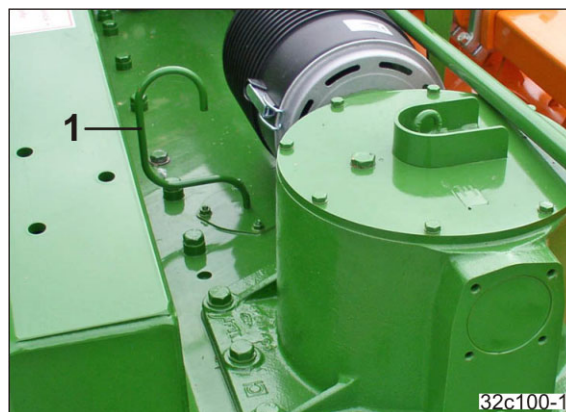

Рис. 134
Картер шестерней оснащен воздуховыпускной трубкой (Рис. 134/1). Выпуск воздуха обеспечивает герметичность картера.
2. Откройте крышку с воздуховыпускной трубкой (Рис. 134/1).